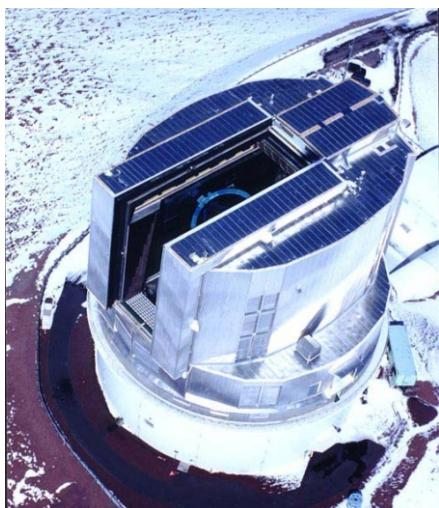

Рисунок 16. Телескоп Субару.
- Создание системы управления телескопа Subaru Национальной астрономической обсерватории Японии (1999 г.), установленного на вершине горы Мауна Кеа (Гавайи, США, Рисунок 16). Эта гора является самой высокой в мире – 4200 м над уровнем моря и более 10000 м от поверхности воды до дна океана. Телескоп Subaru с диаметром главного зеркала 8.2 м и камерой сверхвысокого разрешения может проводить самые точные в мире наблюдения за темной энергией и темной материи, составляющей до 90% Вселенной. Шесть приводов MELCO гарантируют точное управление камерой и линзой, общий вес которых составляет 2 тонны.